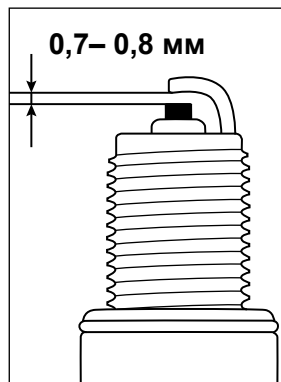

рис. 20
6. Проверьте величину зазора между заземляющим и центральным электродами, используя специальный щуп. При необходимости установите зазор 0,7-0,8 мм (рис. 20).